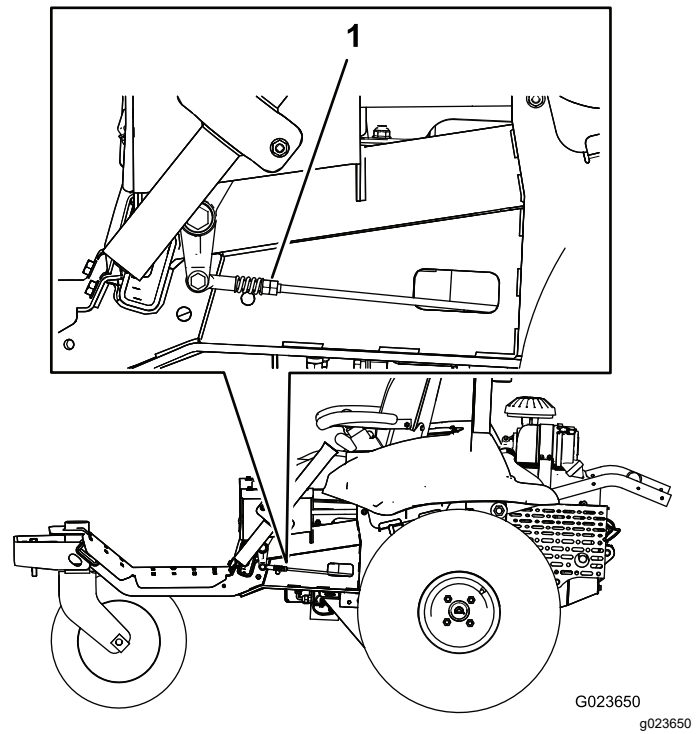

Bild 60
7. Drehen Sie die Doppelmuttern am Gestänge (Bild 60) an einer Seite der Maschine langsam, bis sich das Rad an dieser Seite dreht; drehen Sie die Doppelmutter dann in die andere Richtung, bis sich das Rad in der anderen Richtung dreht.